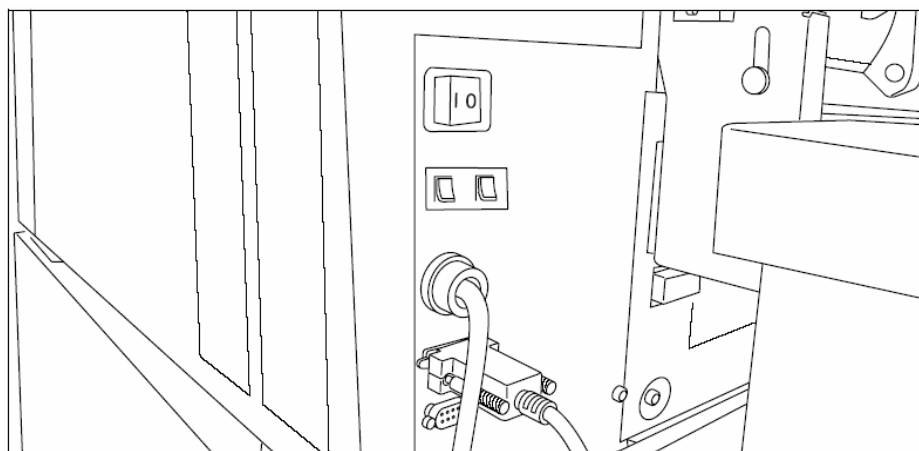

Рисунок 2. Выключатель On/off (Вкл/Выкл) на плоттере
1. Установите выключатель On/off на задней стенке плоттера в положение «I» (смотрите рисунок 2).